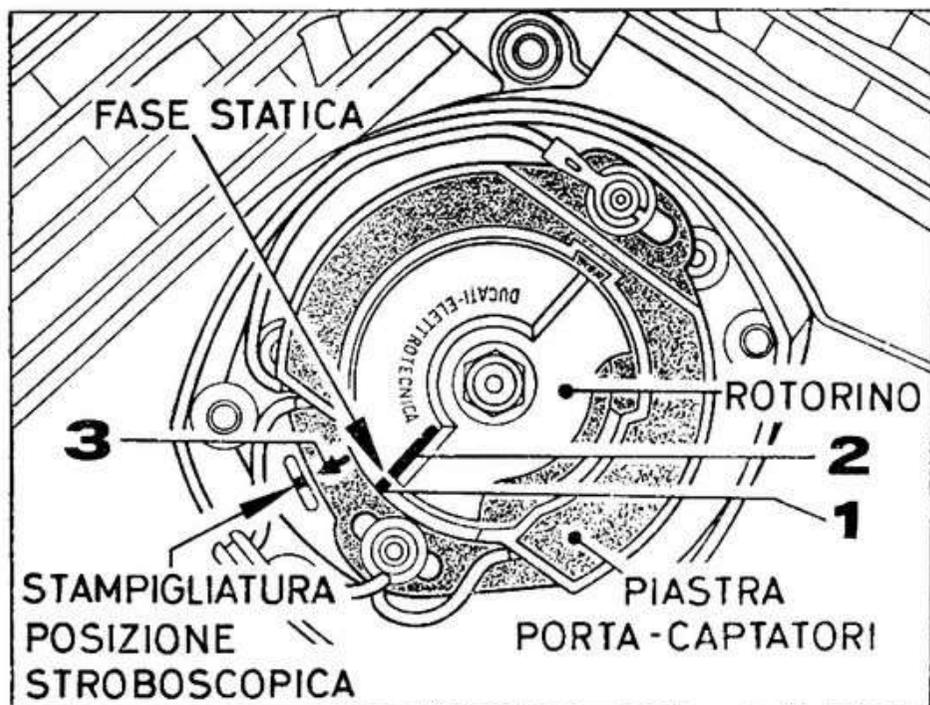
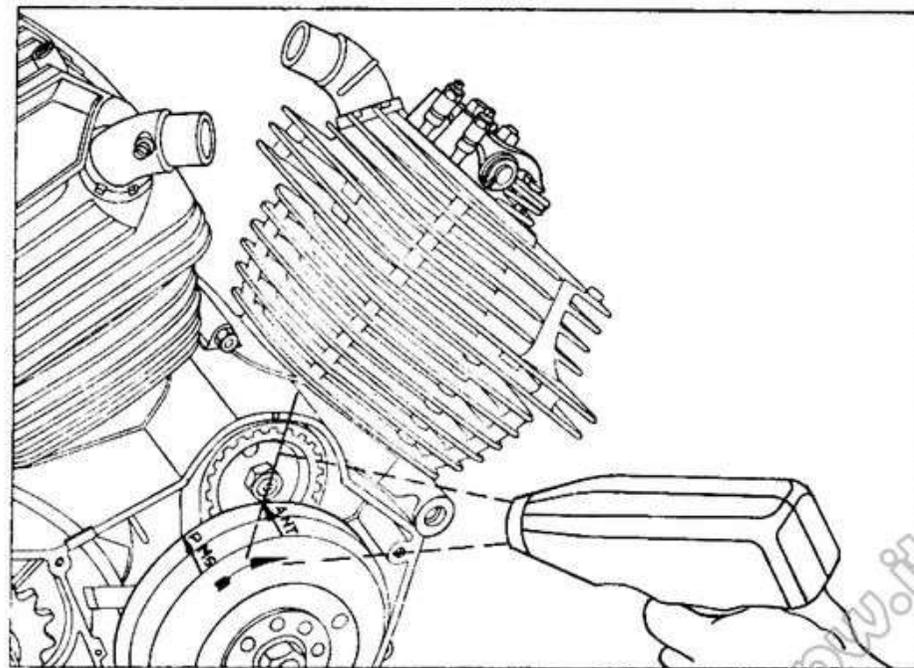

Fig. 14
Fig. 15
- 3 - Controllare con la luce della pistola stroboscopica la fase dei riferimenti sul volano (fig. 15). Qualora la freccia sul volano non corrisponda alla tacca sul carter agire sulla piastrina porta captatori con piccoli spostamenti (fig. 14).
- 4 - Ad azzeramento avvenuto, stampigliare sulla tacca del coperchio in direzione della freccia (punto 3) posta sulla piastrina captatori, il nuovo riferimento (fig. 14).
- 1 - Ruotare l'albero motore fino che la tacca sul volano indicata con ANT. 1 sia in corrispondenza con il punto segnato sul semicarter (fig. 15).
- 2 - Agire sulla piastra porta captatori ruotandola fino a porre la tacca sulla piastra (punto 1) in corrispondenza di quella sul rotorino (punto 2) (fig. 14) poi fissare la piastra.